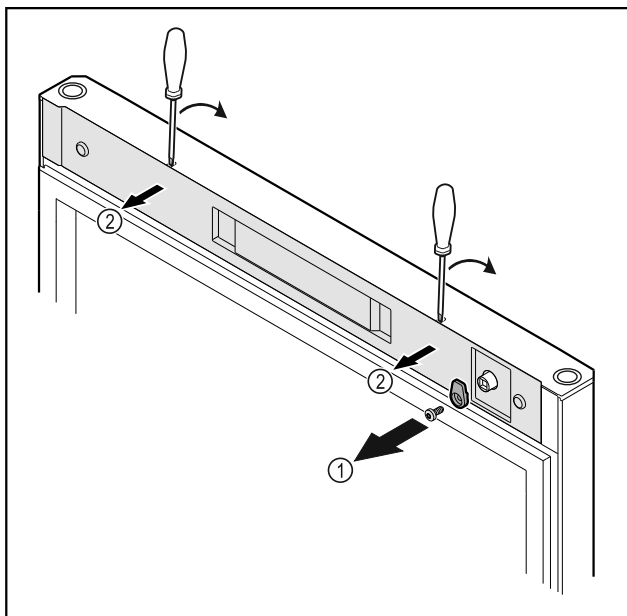

Fig. 18
- ▶ Odkręcić haczyk zamykający Fig. 18 (1).
- ▶ Ostonkę Fig. 18 (2) podważyć matym śrubokrętem i zdjąć.